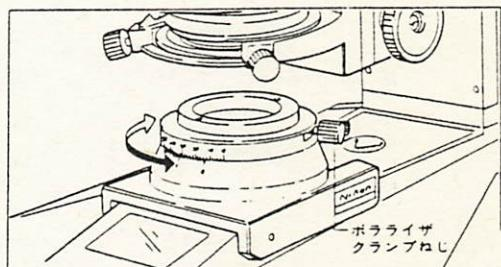

図18
- 7) コンペニセータのポラライザクランプねじを緩め、コンペニセータのポラライザを回転し暗十字を出してクランプします。（図18）